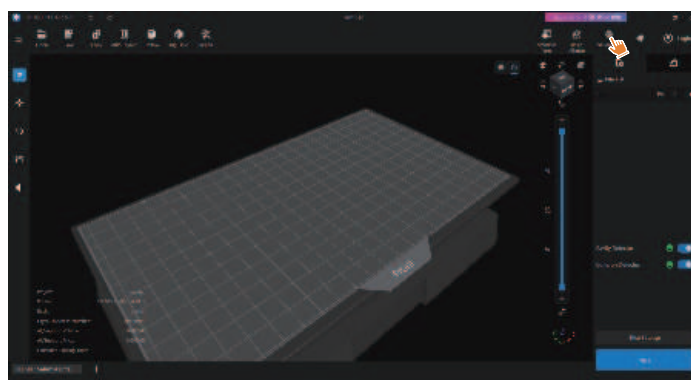

Figura 8: Deschiderea Network Management Center
1. Deschideți programul de feliere și faceți clic pe  în colțul din dreapta sus pentru a deschide Network Management Center. La prima utilizare trebuie să descărcați și să instalați ChituManager (vezi figura 8).